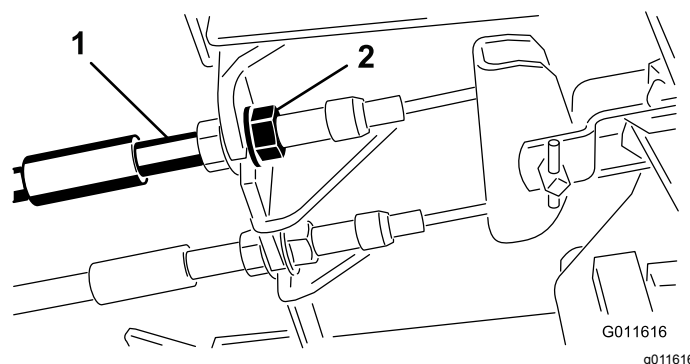

Bild 87
- Ziehen Sie zum Reduzieren des Spiels der Bremspedale die Bremsen fester – lockern Sie dazu die vordere Mutter am Gewindeende des Bremszugs (**Bild 87**).